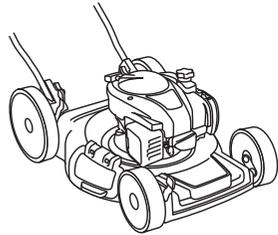

Fig. 10
2. Cierre la puerta del mantillo. La cortadora de césped está lista para cubrir con mantillo (Fig.10)